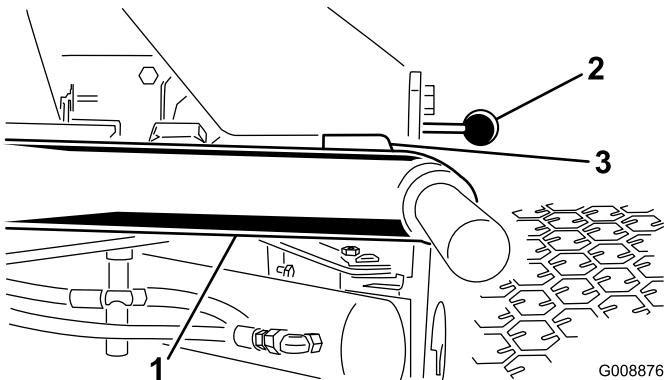

Figura 10
1. Avviate il motore, sollevate gli apparati di taglio e verificate che il gioco tra ogni braccio di sollevamento e la staffa della piastra di appoggio sia di 5-8 mm (Figura 10).